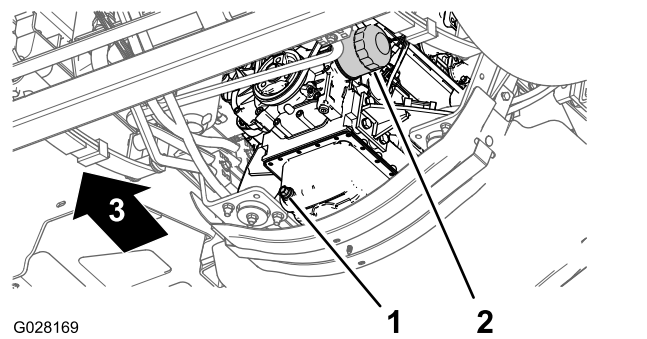

Рисунок 76
3. Поместите сливной поддон под масляный фильтр двигателя (Рисунок 76).
4. Снимите старый масляный фильтр (Рисунок 76).
8. Установите масляный фильтр на переходник фильтра и поворачивайте его по часовой стрелке, пока резиновая прокладка не войдет в контакт с переходником фильтра, после чего затяните фильтр, повернув его еще на 1/2 оборота (Рисунок 76).
1. Подставьте под пробку сливного отверстия сливной поддон (Рисунок 76).
- Снимите сливную пробку и дайте маслу полностью стечь (Рисунок 76).